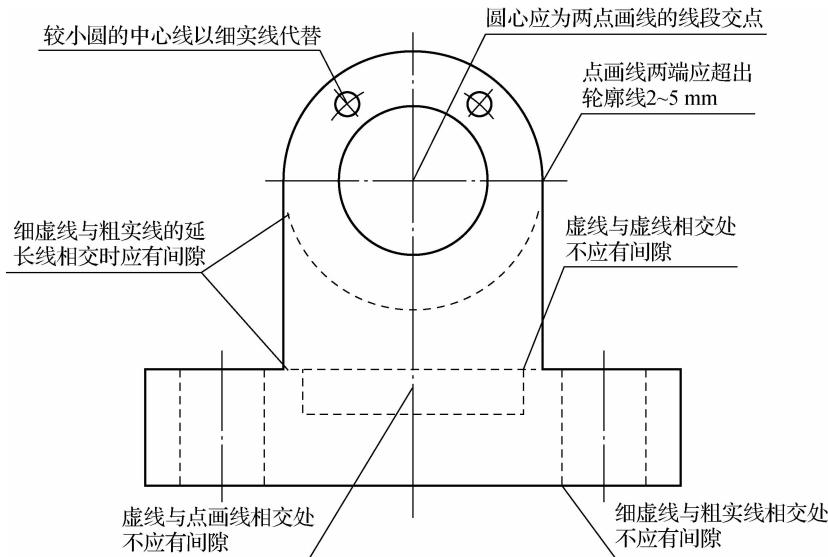

图 1-1-10 图线相交的画法
- (1) 同一图样中, 同类图线的宽度应基本一致。虚线、点画线及双点画线的线段长度和间隔应各自大致相等。
- (2) 两条平行线(包括剖面线)之间的距离不应小于粗实线宽度的两倍, 其最小距离不得小于 0.7 mm 。
- (3) 绘制圆的对称中心线时, 圆心应为长画的交点。点画线和双点画线的首末两端应是长画而不是点。建议中心线超出轮廓线 $2\sim5\text{ mm}$ 。
- (4) 在较小的图形上画点画线或双点画线有困难时, 可用细实线代替。
- (5) 点画线、虚线与粗实线相交以及点画线、虚线彼此相交时, 均应交于点画线或虚线的线段处, 如图 1-1-10 所示。